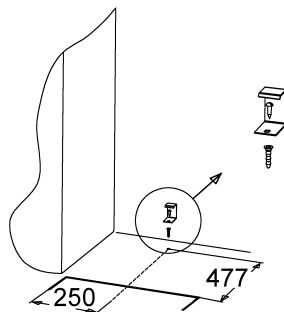

Рис.2 Разметка пола для установки предохранительного кронштейна
- установить плиту на рабочее место, отметить на полу линию передней стенки и габариты по ширине, как показано на рис. 2